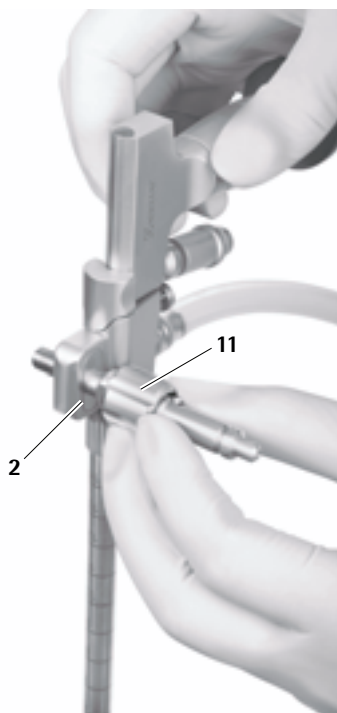

Fig. 18
- Inserir o adaptador de braço de suporte 11 opcionalmente na lateral (à direita/esquerda) no orifício, até a flange engatar na ranhura prevista 2 que serve para a fixação do braço de suporte, ver Fig. 18.